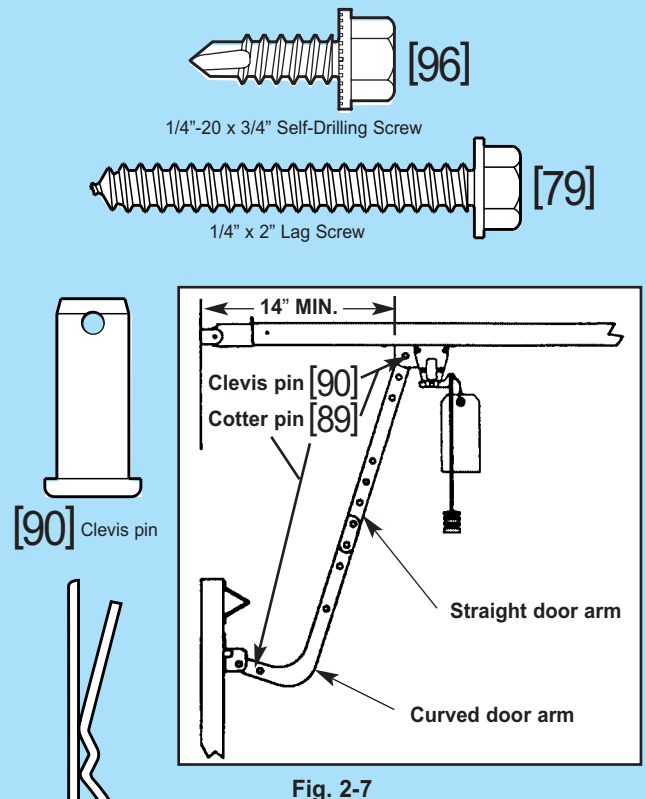

Fig. 2-7
9. Install door arms (Fig. 2-7).